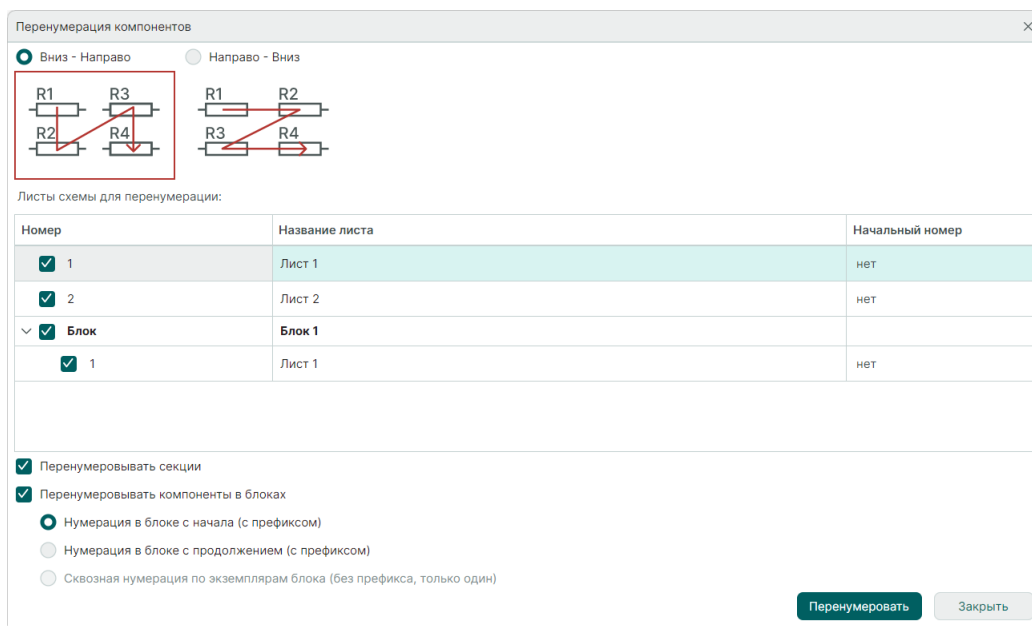

Рис. 215 Окно «Перенумерация компонентов»
- Выберите направление нумерации. Порядок перенумерации соответствует направлению стрелок: «Вниз-направо» или «Направо-вниз» относительно оси Y, см. Рис. 215.